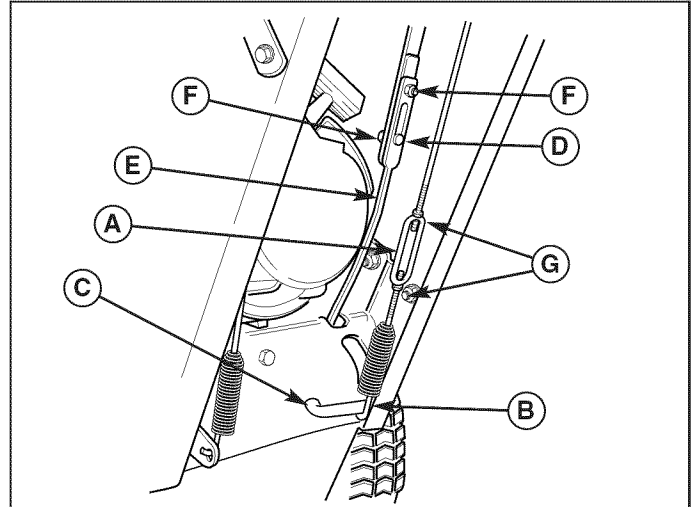

Abbildung 18. Gangwahl- und Schneckenantriebsgestänge
1. Beide Muttern lösen (F, Abbildung 18).
3. Das untere Gestänge in das Gehäuse schieben und die beiden Muttern anziehen. Die Gestänge beim Anziehen nicht nach oben oder unten bewegen. Sicherstellen, dass die Bündel der Schlossschrauben (D) sich in den Schlitzen befinden.
1. Bei freigegebenem Antriebshebel muss der Haken (B, Abbildung 18) den Hebel (C) leicht berühren, ohne ihn anzuheben. Das maximale Spiel beträgt 0,8 mm (siehe Abbildung).
2. Zum Einstellen beide Muttern (G) lösen und das untere Gestänge festhalten, damit es sich nicht dreht. Das Spannschloss nach rechts drehen, um die Feder abzusenken oder nach links drehen, um die Feder anzuheben.